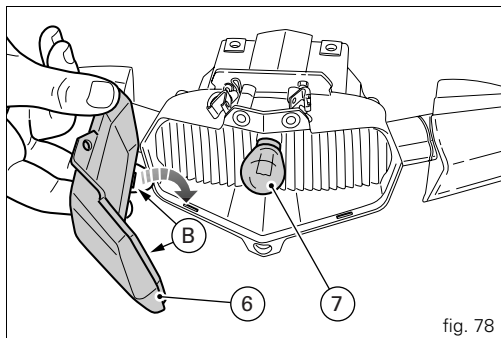

fig. 78
Sortir l'ampoule (7) en la poussant et en la tournant dans le sens inverse des aiguilles d'une montre puis la remplacer (fig. 78).